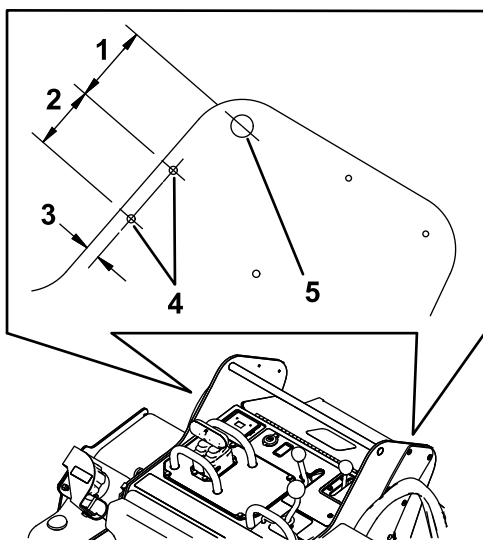

Figure 6
1. Mesurez à partir des bords du cadre, comme illustré à la Figure 6, et repérez les emplacements des trous de montage du support d'écran de protection.